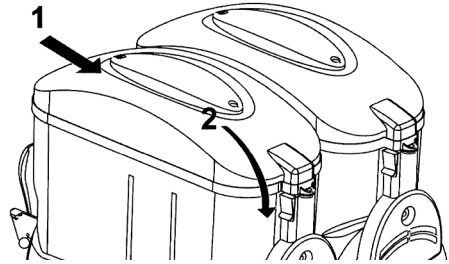

Abb. 5
- Nach dem Eingießen/Ergänzen des Gemisches im Behälter (2) bringen Sie erneut den Deckel (1) auf dem Behälter (2) an. Siehe: Abb. 5.